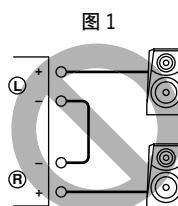

图 1
- 连接左声道 “-” 端子和右声道 “-” 端子，以及 “+” 端子（图 1）。